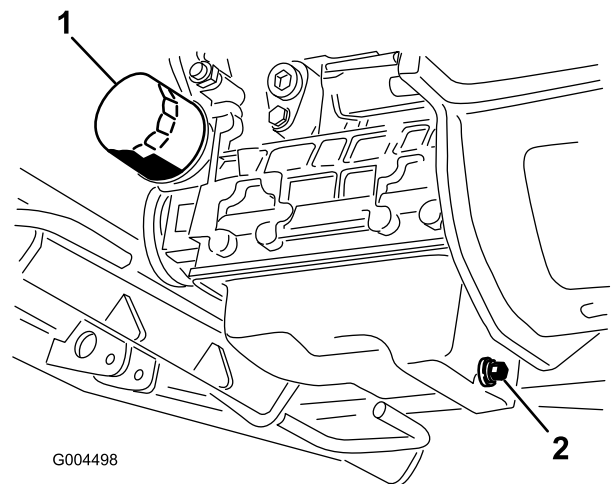

Figure 45
3. Placez un bac de vidange sous le carter en face du bouchon de vidange (Figure 45).
6. Retirez et remplacez le filtre à huile (Figure 45).